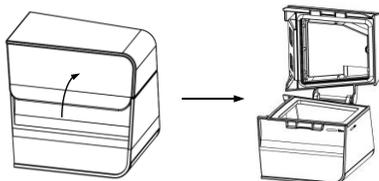

Fig. 18-1
(1) **Abrir a Câmara de Água:** Abra a tampa da câmara de água como mostrado na Fig. 18-1.